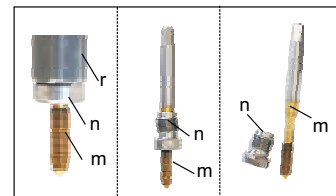

FIG. 15
- Svitare il dado (n) tenendo fermo il gambo superiore (r). FIG. 15;
- Sfilare il maschio (m) con il dado (n). FIG. 15;
- Premere il tasto OFF sul touch screen per riaccendere la macchina (ON).